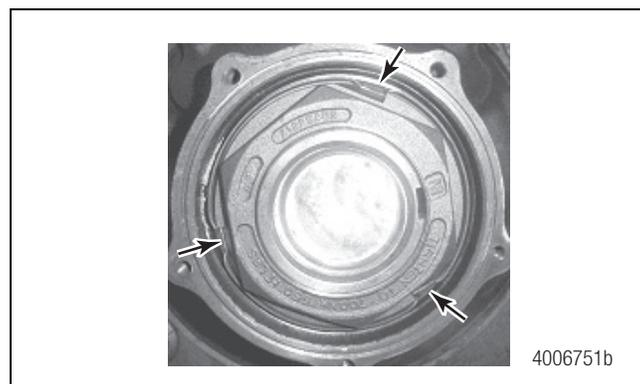
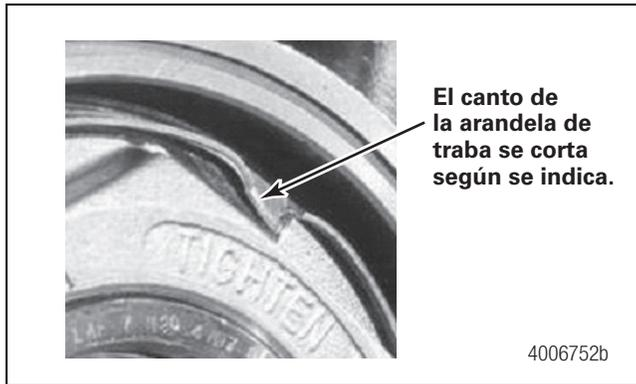

Figura 4.21
Figura 4.22
10. Utilice un martillo y una herramienta de trabar (número de pieza AM21225831) para trabar a la tuerca la arandela de trabas en tres posiciones. Doble la arandela al perfil de la traba según se indica. Figura 4.21 y Figura 4.22.